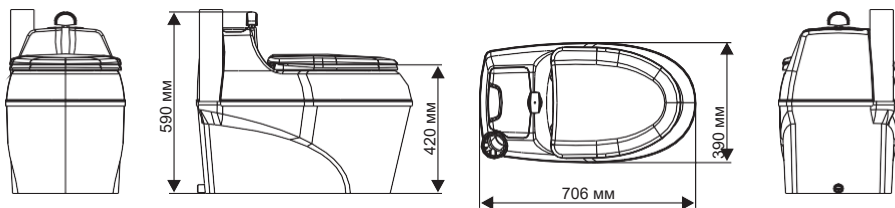

Рисунок 2.
Габаритные размеры туалета представлены на рис. 2
- Габаритные размеры (дл. x шир. x выс., рис. 2) — 706x390x590 мм
- Высота сиденья (рис. 2) — 420 мм